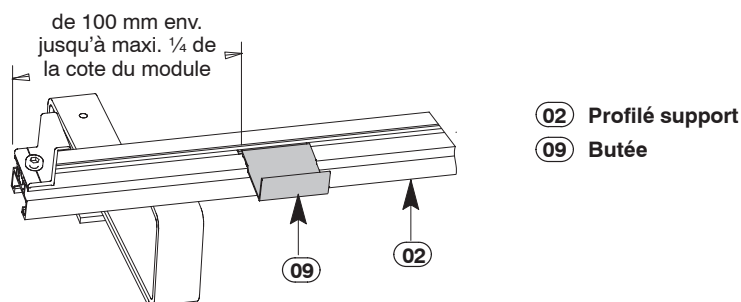

Figure 9a : Montage des pattes de retenue
- 1.) Accrocher deux butées (09) sur le profilé support inférieur tel que indiqué la figure 9a.